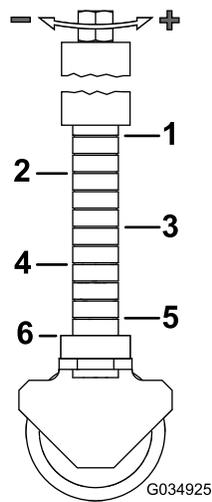

Figura 32
**Nota:** Fate riferimento a Figura 32 per le impostazioni dell'altezza di taglio.